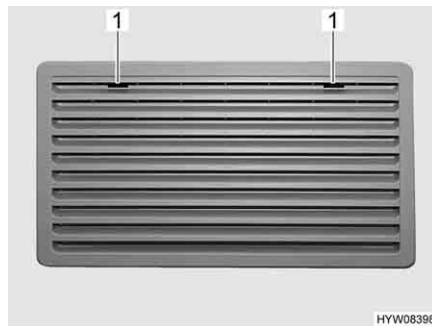
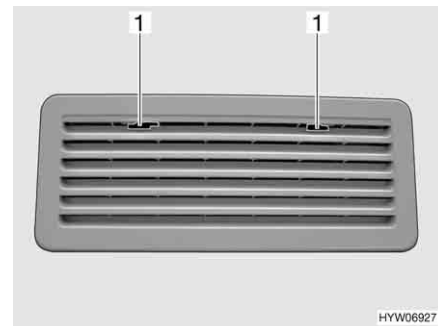

Fig. 226 Griglia di aerazione del frigorifero (Thetford grande)
Fig. 227 Griglia di aerazione del frigorifero (Thetford piccolo)
- Spingere verso il centro l'arresto (Fig. 226,1 o Fig. 227,1).